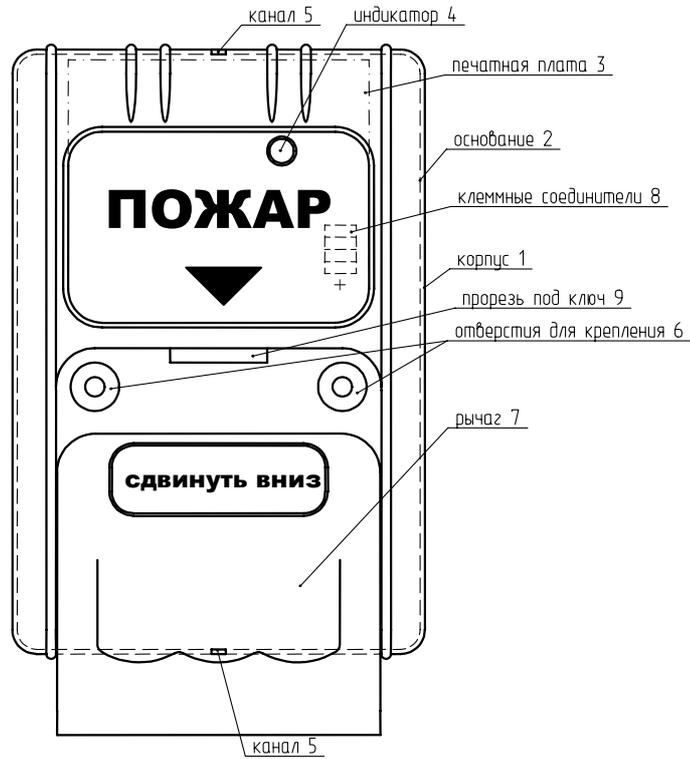
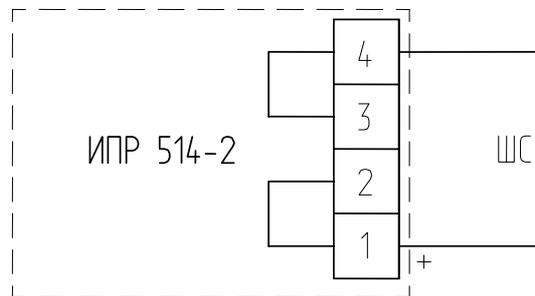

Рис. 1. Устройство извещателя
Рис. 3. Схема подключения извещателя
На рис. 1 показано устройство извещателя.
- 7.8. Перед установкой извещателя подсоединить провода ШС к клеммным соединителям 8 (положительный провод ШС - к клеммным соединителям 1 и 2, отрицательный - к 3 и 4) согласно схеме подключения извещателя (рис. 3). При необходимости выломать верхний или нижний (в зависимости от направления подвода ШС) канал 5 (см. рис. 1) и пропустить через него провода.
После монтажа проводов переместить в нижнее положение рычаг 7, повернуть извещатель к стене двумя шурупами через отверстия 6 в корпусе 1 извещателя. Затем вставить в прорезь 9 ключ, находящийся в комплекте поставки, и перевести рычаг 7 в верхнее положение (см. рис. 1).